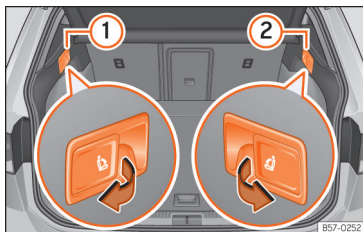

Fig. 78 În portbagaj: manete pentru deblocarea spătarului banchetei spate.
- Trageți maneta pentru deblocarea părților din stânga »» fig. 78 ① sau dreapta ② a spătarului banchetei, în direcția indicată de săgeată. Partea deblocată a spătarului scaunului din spate se pliază automat în față.